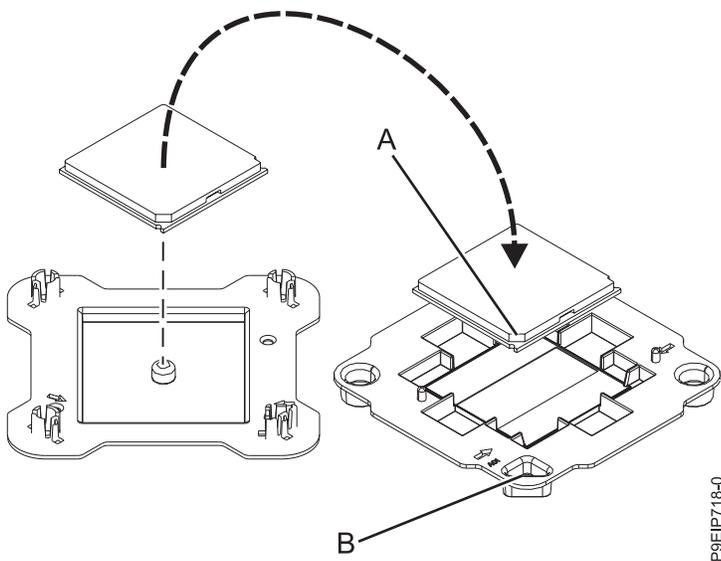

図 68. 配送用トレイへのシステム・プロセッサ・モジュールの取り付け
12. 再取り付けしたシステム・プロセッサ・モジュールの端を軽くつかみ、持ち上げて配送カバーから外します。モジュールの斜めになった角 (A) を三角形のトレイの角 (B) と位置合わせして、トレイ内に取り付けます (図 68 を参照)。